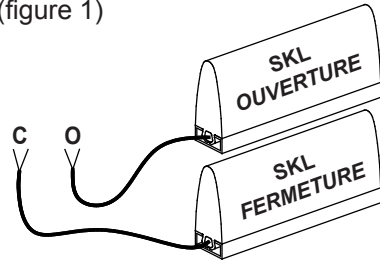

Figure 1 : Câblage au noyau de bobine
9.1 Raccordement au noyau de bobine (figure 1)